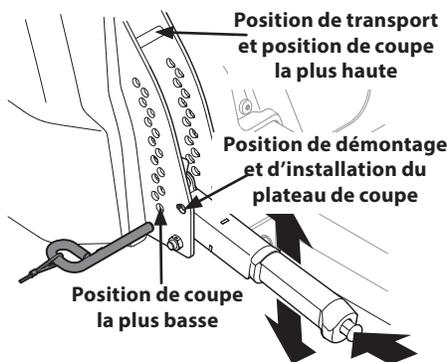

Figure 4-10
- a. Utilisez le levier de relevage du plateau de coupe pour relever le plateau de coupe à la position qui placera la courroie à la position la plus horizontale entre les poulies de tension et la poulie de la prise de force sous le moteur. Voir Figure 4-10.
- d. Utilisez le levier de relevage pour abaisser le plateau de coupe à la position de démontage / d'installation (c) du plateau de coupe. Voir Figure 4-10.
- e. Utilisez le levier de relevage pour abaisser le plateau de coupe à la position de démontage / d'installation du plateau de coupe. Voir Figure 4-10.
1. Placez le levier de relevage du plateau de coupe à la position de coupe la plus haute. Voir Figure 4-10.